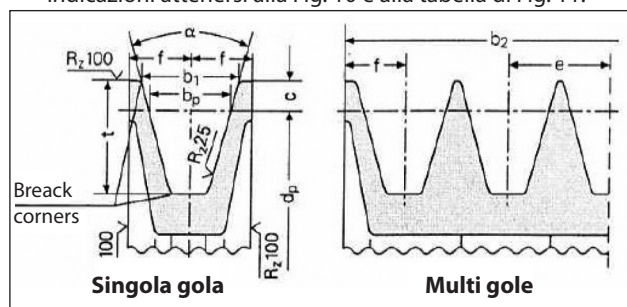

Fig. 10
- Utilizzare pulegge per cinghie trapezoidali con le dimensioni della gola prescritte /consigliate dal costruttore della cinghia utilizzata. In mancanza di indicazioni attenersi alla Fig. 10 e alla tabella di Fig. 11.